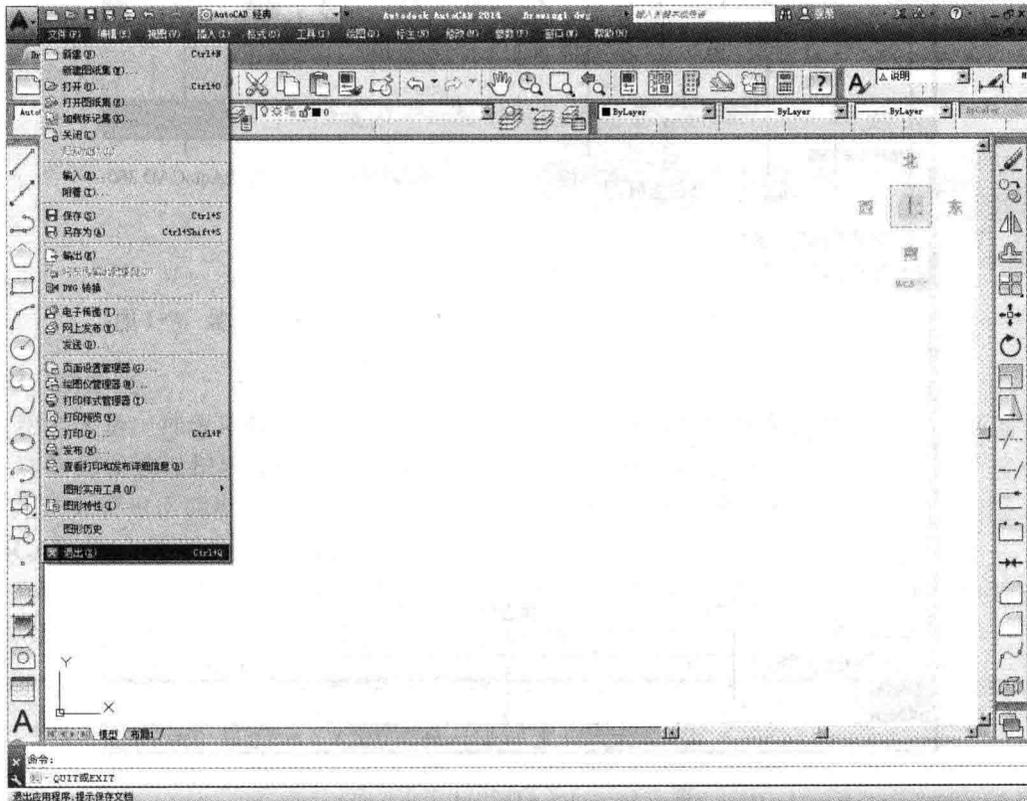

图 1-3 从 AutoCAD 2014 中退出
- 菜单：单击“菜单浏览器”→“文件”→“退出”或者单击“菜单浏览器”→“退出”，如图 1-3 所示。
- 命令：在命令行输入 QUIT，如图 1-3 所示。
- 外部命令：在命令行输入 EXIT，如图 1-3 所示。